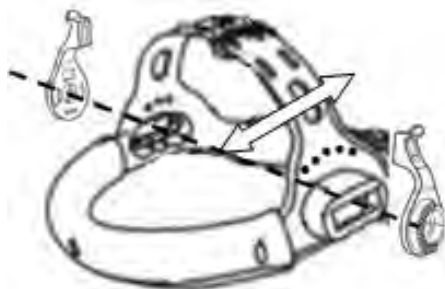

Рис. 5.3. Регулировка наклона.
- **Регулировка наклона щитка защитного лицевого:** отрегулируйте натяжку винтов и положение фиксатора сегментной регулировки (См. рис. 5.3) для удобного угла обзора.